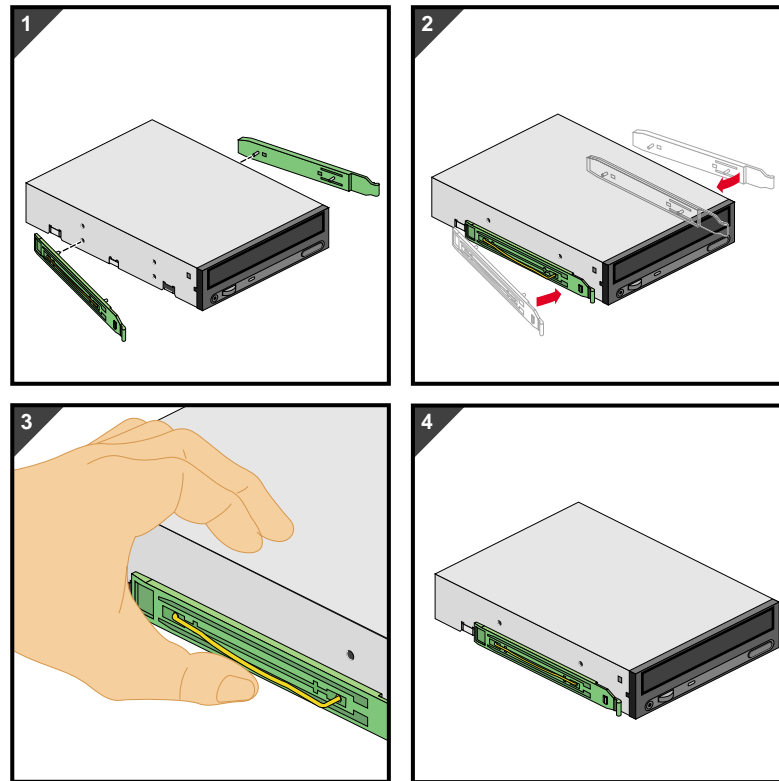

Figura 2-3 Montaje de rieles de unidades de 5,25 pulgadas
3. Para montar un riel en la unidad, coloque un extremo de la presilla de fijación en el orificio correspondiente de la unidad. Presione con suavidad sobre el centro del riel hasta que el otro extremo de la presilla encaje a presión en su orificio. En la Figura 2-3 se muestra este procedimiento.